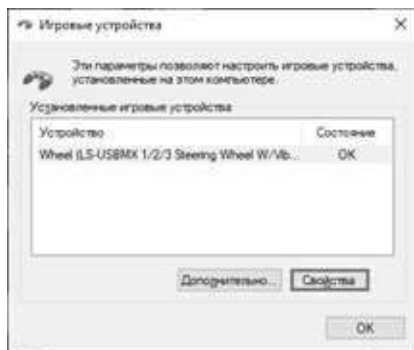

Рис. 8
- Зайдите в меню «панель управления», далее щелкните по значку «устройства и принтеры», в открывшемся окне выберите ярлык «LS-USBMX 1/2/3 Steering Wheel W/Vibration», правой кнопкой мыши выберите «Параметры игровые устройств управления» (см. Рис. 8).